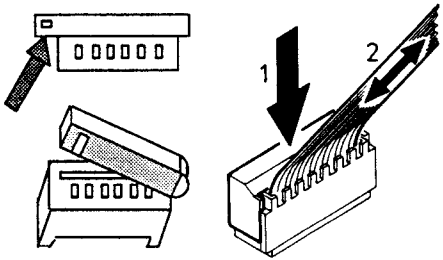

Abb. 6 Fig. 6 Abb. 6a Fig. 6a
- 4.2 Stecker (LS1, LS2, LS3 und LS4) ziehen, siehe auch Abb. 6; die Kennfarbe der Bandkabel ist mit o gekennzeichnet
- 4.2 Pull off the plug (LS1, LS2, LS3 and LS4) . see fig. 6; the color - marker of the band cable = o